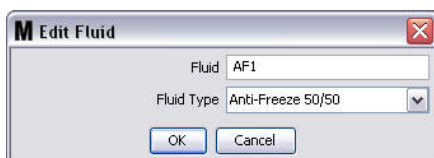

FIG. 98
7. Cliquez sur le bouton Modifier pour afficher l'écran Modifier Fluide (Edit Fluid) indiqué à la FIG. 98. Lorsque vous aurez terminé avec vos modifications, cliquez sur OK pour fermer la fenêtre et sauvegarder les modifications.